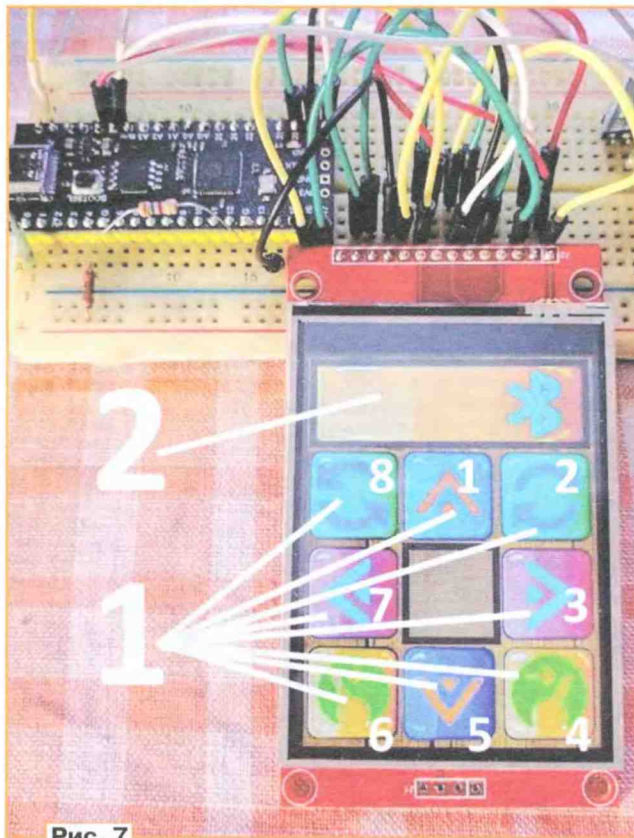

Рис. 7
**Третий** вариант позволяет в большей степени реализовывать собственные творческие задумки, но и является самым затратным в плане ресурсов и времени. Его основой является цветной TFT-дисплей с сенсорным резистивным экраном. Вариант практического использования описан автором в [3]. Опыты показали, что, кроме стилуса, сенсорный экран достаточно точно реагирует на прикосновения подушечек пальцев. При этом область касания по размерам не превосходит область дисплея в 60x60 пикселей. Таким образом, становится возможным создавать на дисплее графический пользовательский интерфейс (англ. graphical user interface или GUI), например, комплект кнопок. Необходимость использования стилуса отпадает. Схема пульта приведена на рис. 6, а внешний вид рабочего макета — на рис. 7.